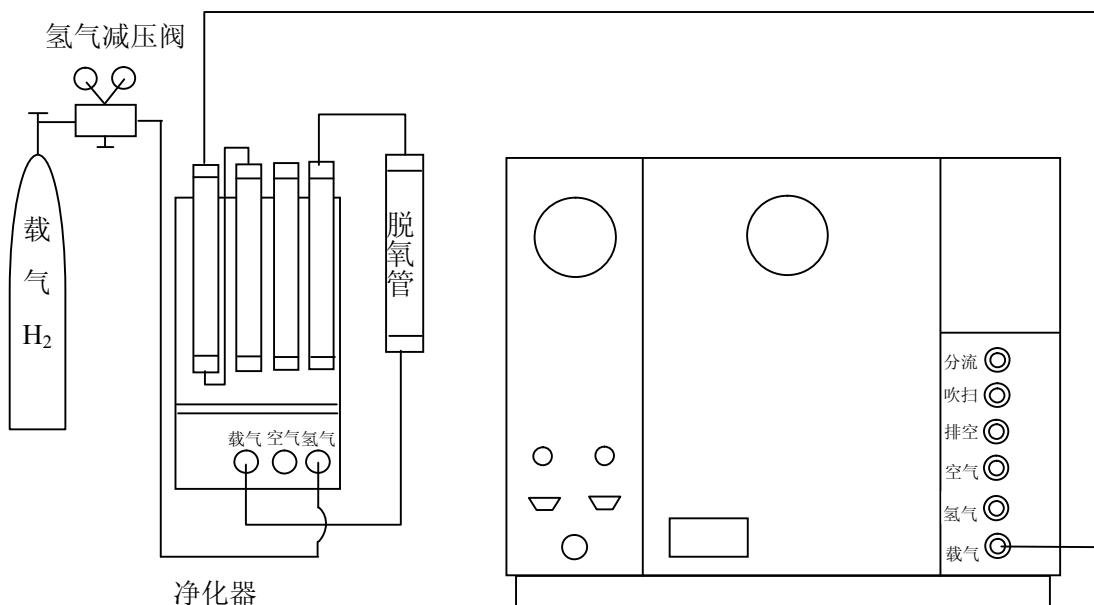

图 7-9 脱氧管连接示意图
- b) 氢气必须严格脱氧，以防止程序升温时 TCD 出鬼峰。可采用脱氧管脱氧。脱氧管的连接示意见图 7-9。也可以用纯氮（氧含量≤1 μ g/ml）作载气。